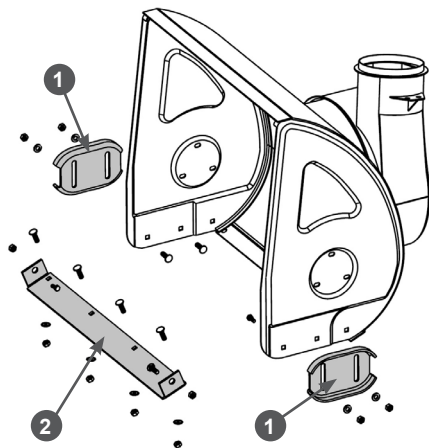

Рис. 47 Обслуживание кожуха шнеков
1. Открутите гайки, извлеките болты крепления ползков 1 (Рис. 47) и снимите ползки с кожуха шнеков.
2. Переверните ползки на 180 градусов или установите новые ползки и закрепите их четырьмя болтами и гайками (Рис. 47). Перед окончательной затяжкой гаек отрегулируйте высоту забора снега.
Для наглядности на Рис. 47 кожух шнеков показан без шнеков, редуктора и валов.
1. Открутите гайки, извлеките болты крепления и снимите нижнюю накладку 2 с кожуха шнеков (Рис. 47).
2. Установите новую нижнюю накладку и закрепите ее болтами и гайками (Рис. 47).